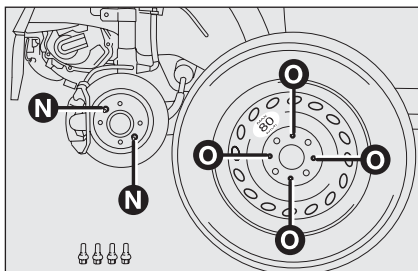

fig. 7
- ☐ montar a roda sobressalente fazendo corresponder o pino **N-fig. 7** a um dos furos **O** presentes na roda;